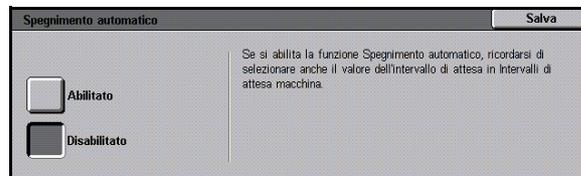

Fig. 38: Schermata Spegnimento automatico
- Nella schermata Spegnimento automatico (Fig. 38), selezionare Abilita o Disabilita.